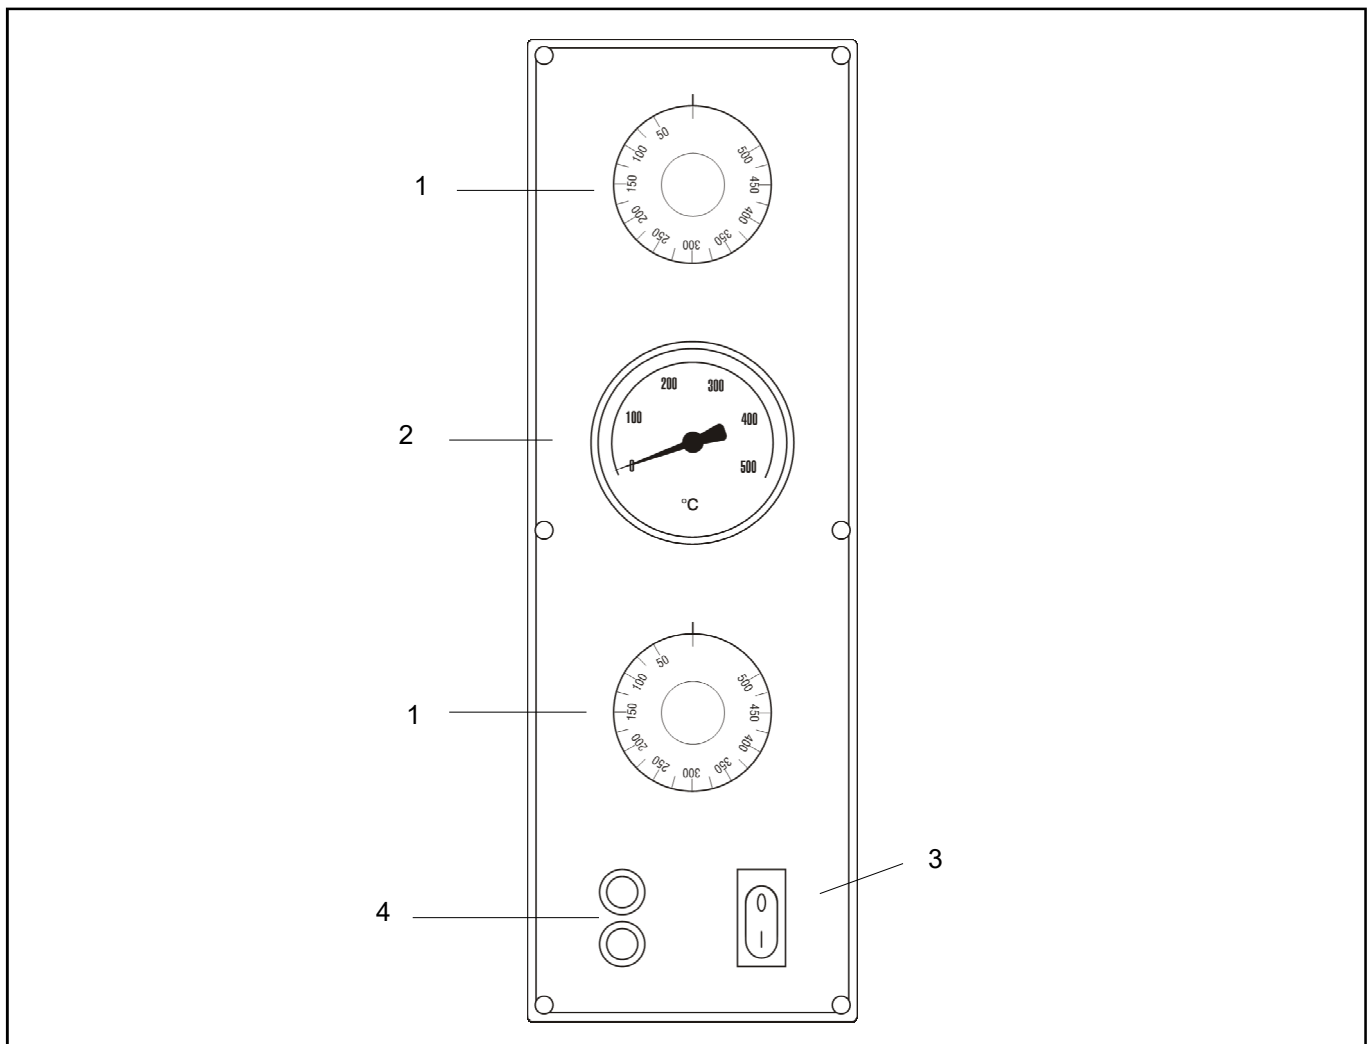

ABB. 7 (Steuertafel)
Die Steuertafel ist an der Vorderseite des Ofens installiert. – laut **ABB.7**.
LEGENDE ABB. 7
- 3) Den Betrieb der Eizkörper freigeben, indem man die Thermostaten (**ABB. 7 - Bez. 2**) zur vom Griff angegebenen Temperatur von **150 °C** bringt. Die dazugehörenden grünen Warnungslampen schalten sich ein, welche den laufenden Betrieb der Eizkörpern melden;
- 5) Den Betrieb der Widerstände deaktivieren, indem man die Thermostaten (**ABB. 7 - Bez. 2**) auf **Pos. "0"** einstellt;
- 7) Die Tür schließen und das bei Punkt **3**) beschriebene Verfahren wiederholen, indem man die Thermostaten (**ABB. 7 - Bez. 2**) auf die vom Griff angegebene Temperatur von **400 °C** einstellt;
- 9) Den Betrieb der Eizkörpern sperren, indem man die Thermostaten (**ABB. 7 - Bez. 2**) auf **Pos. "0"** einstellt;
- 3) Den Betrieb der Eizkörpern freigeben, indem man die Thermostaten (**ABB. 7 - Bez. 2**) auf die vom Griff angegebene gewünschte Temperatur einstellt. Die dazugehörenden grünen Warnungslampen, welche den laufenden Betrieb der Eizkörpern signalisieren, schalten sich ein;
- 4) Wenn der Ofen die gewünschte Temperatur (siehe Punkt **9**) vom vorherigen Absatz) erzielt hat, wie beim Thermometer (**ABB. 7 - Bez. 4**) sichtbar ist, ist es möglich, die Pizza für das Backen in den Ofen einzuführen;
- 6) Um das Innenteil der Backkammer zu beleuchten, den Ofenlampenschalter (**ABB. 7 - Bez. 5**) drücken;
- 1) Den Ofen abschalten, indem man die Thermostaten (**ABB. 7 - Bez. 2**) und die Eizkörperschalter (**ABB. 7 - Bez. 3**) auf **Pos. "0"** einstellt;